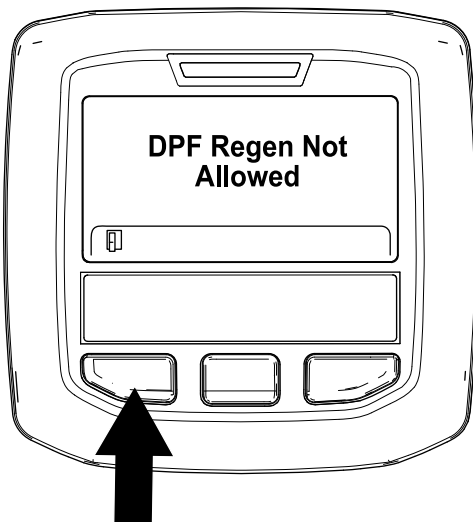

Bild 50
- Wenn der Motorcomputer die Regenerierung nicht zulässt, wird die Meldung „DPF Regen. Not Allowed“ im InfoCenter angezeigt (Bild 50). Drücken Sie die linke Taste, um den Homebildschirm anzuzeigen.